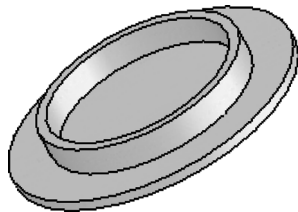

图 9-9 切除拉伸实体
**09** 切除拉伸实体 1。选择菜单栏中的“插入”→“切除”→“拉伸”命令, 或单击“特征”控制面板中的“拉伸切除”按钮, 系统弹出“切除-拉伸”属性管理器; 在“深度”文本框中输入“27.5”, 其他选项保持系统默认设置, 单击“确定”按钮, 完成切除特征的创建, 如图 9-9 所示。